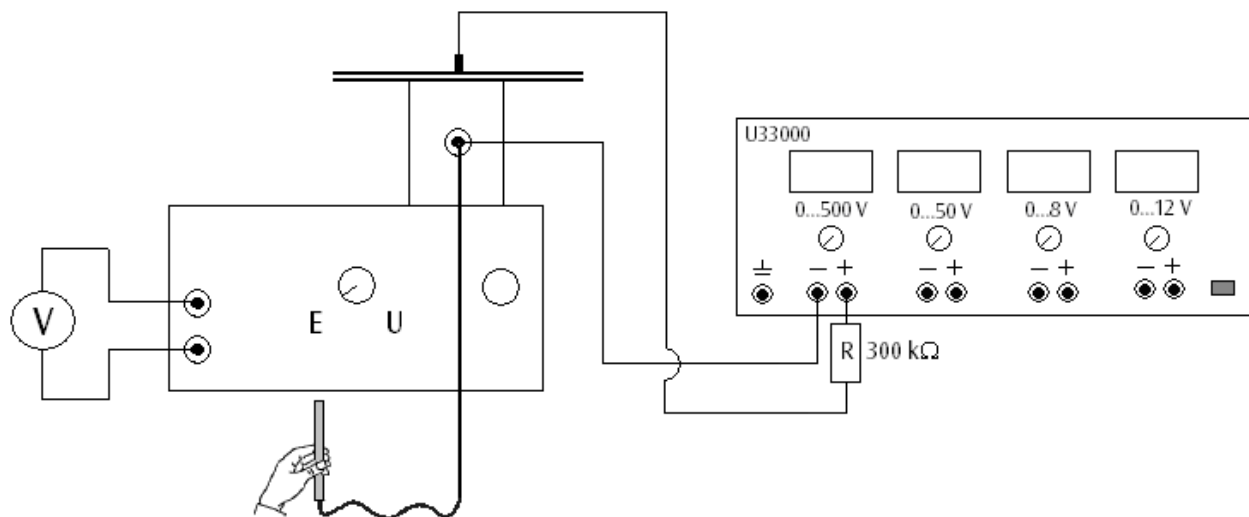

Fig. 2 Determinazione dell'intensità di campo di un condensatore a piastre
- Realizzare una struttura sperimentale come da fig. 2.